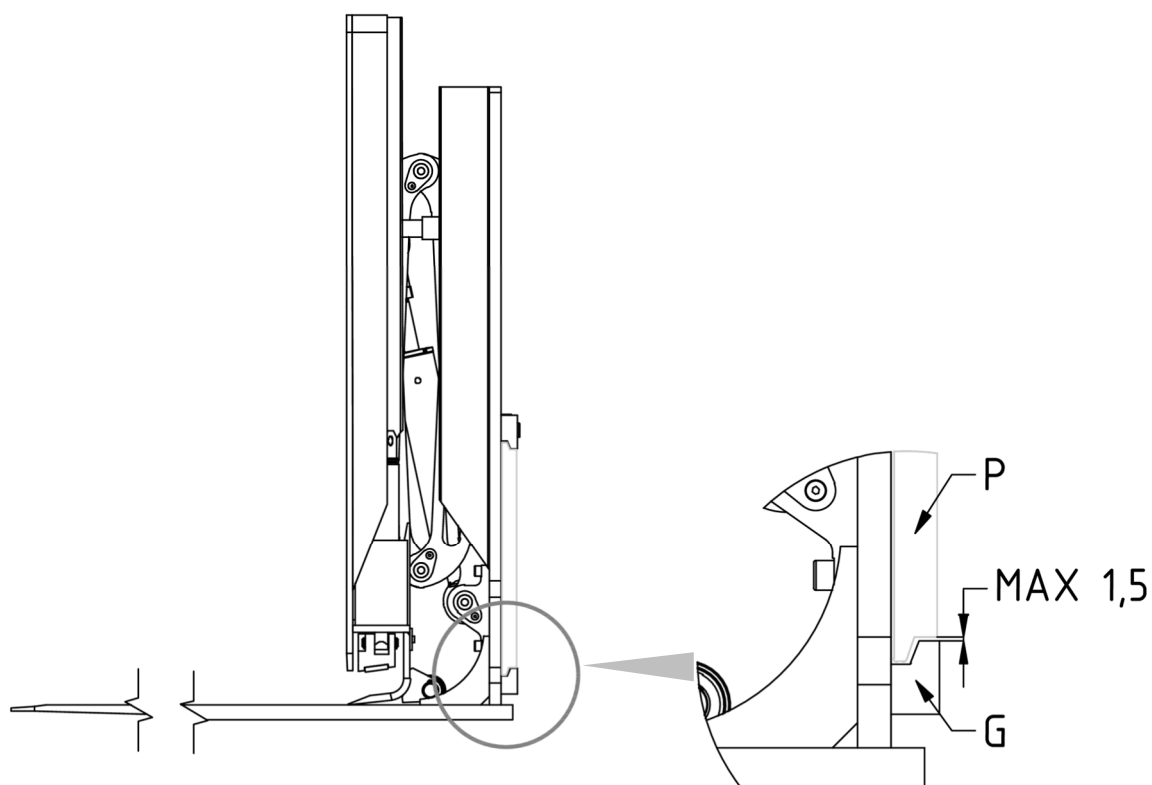

Figura 4
7. Volver a atornillar los 2 ganchos inferiores G de modo que el cuerpo de estos quede enganchado también por debajo de la placa portahorquillas P (con holgura máx. 1,5 mm, ver detalle *Figura 4*), apretando con el par de apriete indicado en la *Tabla 3*.
4. Comprobar la holgura entre la parte inferior de la placa portahorquillas y los ganchos inferiores del equipo, verificando que sea como se indica en la *Figura 4* (pág.13) y, si es necesario, ajuste el apriete de los tornillos que los sostienen.